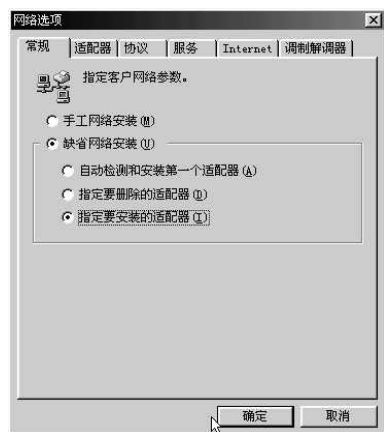

图3
2.在图1主界面中单击“网络设置”,进入图3所示网络选项界面。各选项设置如下:
在图3中单击“确定”按钮完成网络的设置,返回图1主界面。